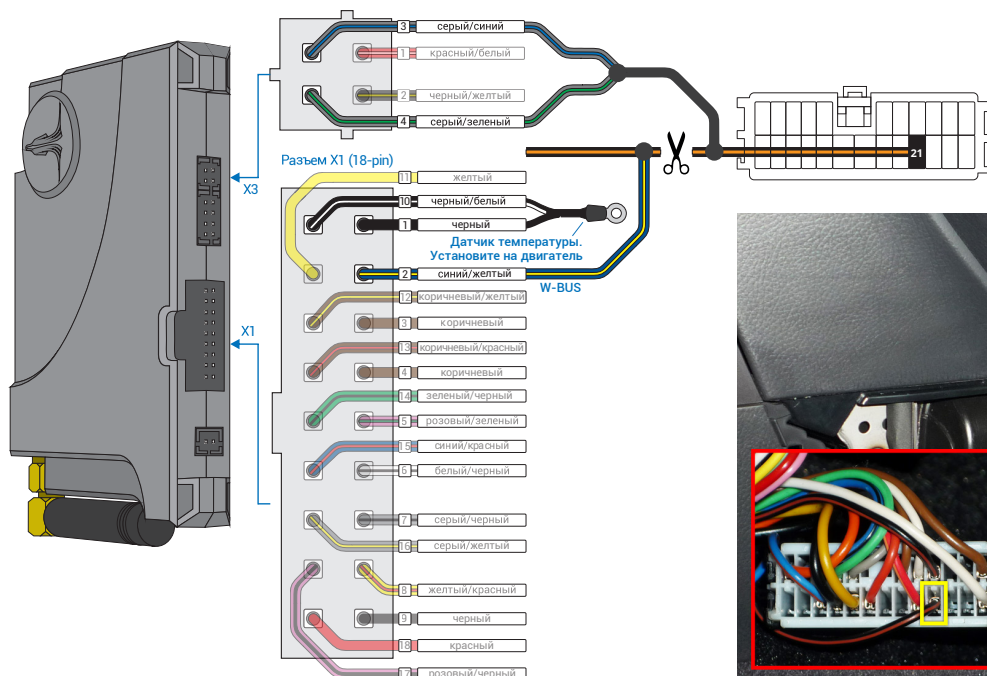
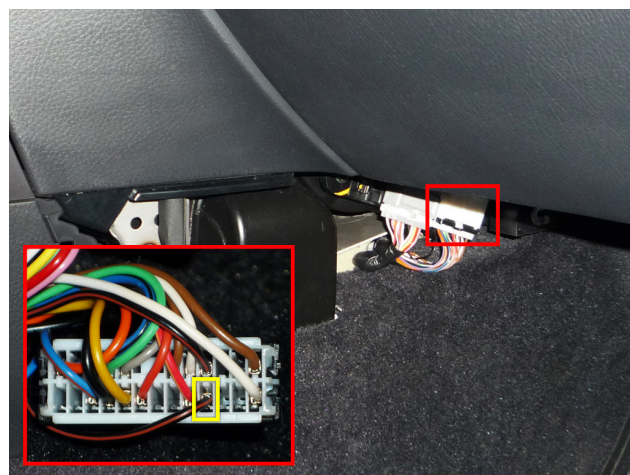

Рис.1 Призрак-8хх
Рис.2 Место подключения (черный/оранжевый провод)
3. Подключение осуществляется в разрыв черного/оранжевого провода (контакт №21). В белом разъеме за правой нижней накладкой центральной консоли (см рис. 2). Объедините между собой серый/синий провод (контакт №3) и серый/зеленый провод (контакт №4), находящиеся в разъеме X3. И подключите их в сторону разъема. Синий/желтый провод разъема X1 подключите в сторону жгута (см. рис. 1).